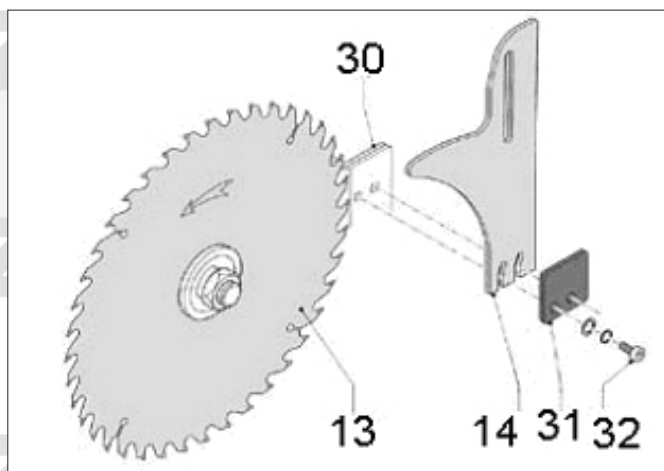

Fig. 8
Vrid på handtaget för inställning av sågdjupet så att sågklingan hamnar i sitt översta läge. Ta ur bordinsatsen (33). Lossa sexkantsskruven (32) och trä på spaltkniven (14) på skruven mellan beslaget (30) och klämplåten (31). Ställ in klyvkniven så att toppen av den går max. 20 mm över sågklingan och ca. 3-8 mm från den. Skruva fast sexkantsskruven och sätt tillbaka bordinsatsen på plats enligt vad som visas i Fig. 8.